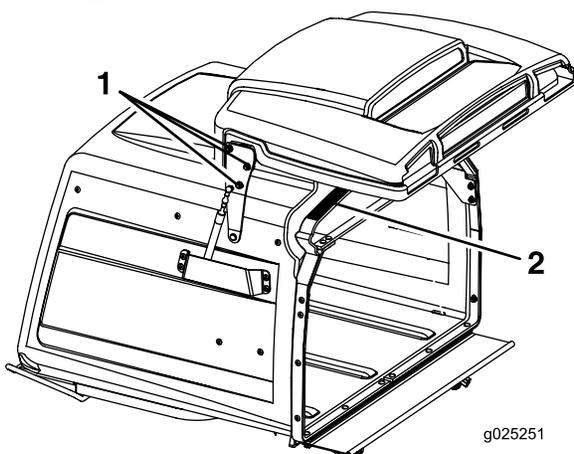

**Figure 58**
3. Localisez le ressort de frein et vissez les deux écrous de blocage au bout de la tige du ressort (Figure 58).